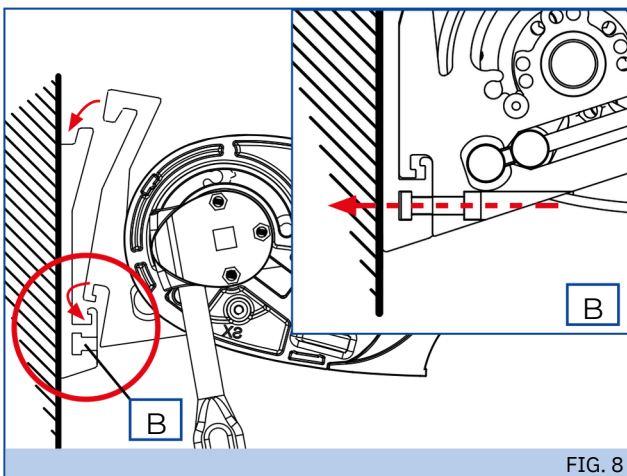

FIG. 8
5. Installare la tenda preassemblata sulle staffe, avvicinando il supporto finché non si aggancia sulla staffa (sistema che permette di tenere provvisoriamente la tenda agganciata e consente di avvitare in sicurezza le viti (B)).
6. Bloccare il supporto alla staffa fissando le viti (B-Fig.8).